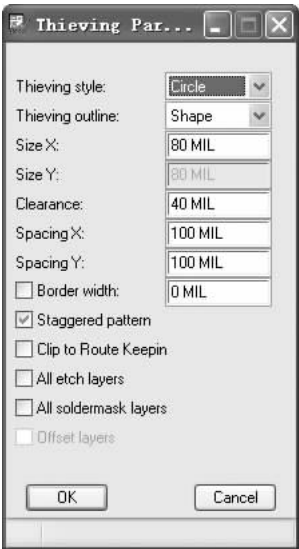

图 10-23 Thieving parameters (变形参数)” 对话框
- (2) “Edit thieving parameters”: 单击此按钮，弹出如图 10-23 所示的 “Thieving parameters (变形参数)” 对话框，编辑变形参数。